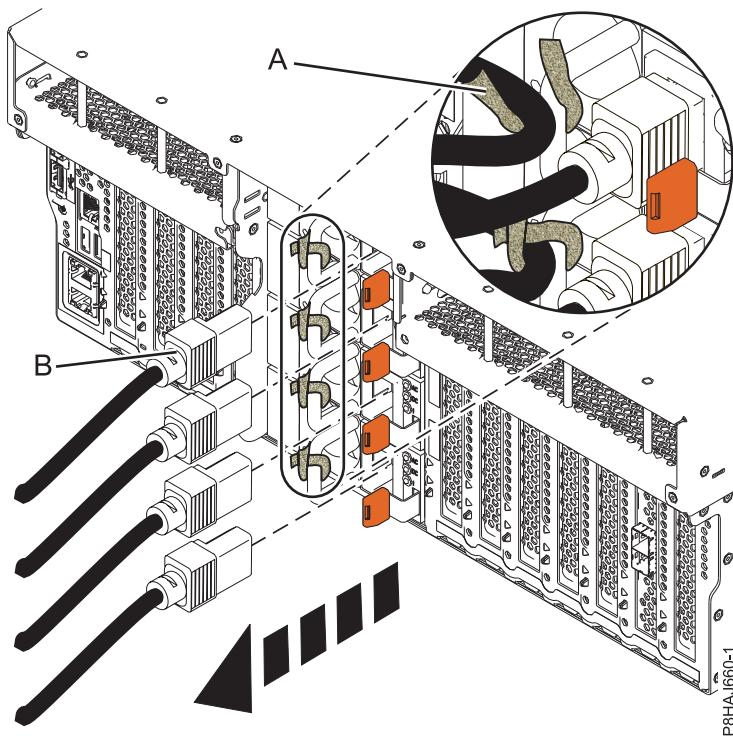
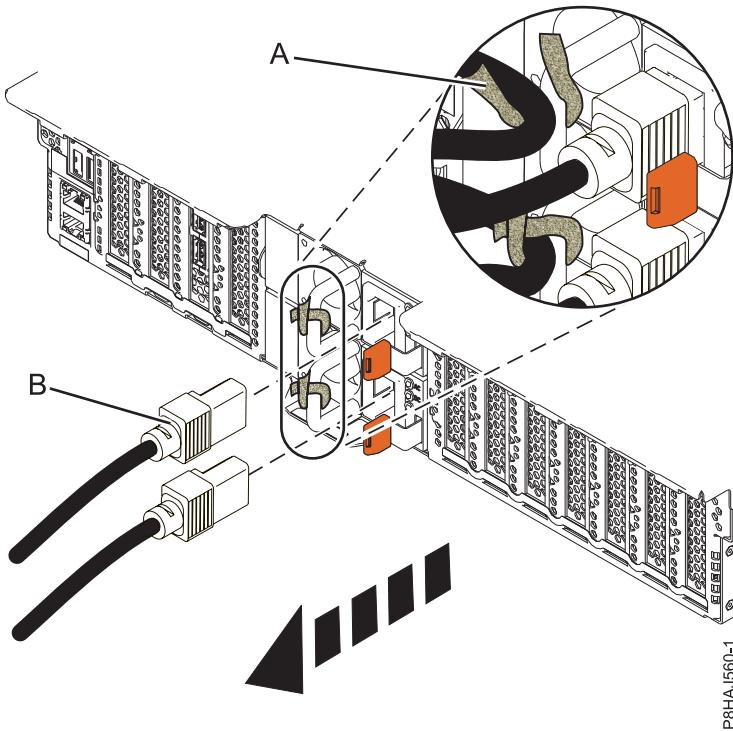

図 20. 8247-42L、8286-41A、または 8286-42A システムからの電源コードの取り外し
図 21. 5148-21L、5148-22L、8247-21L、8247-22L、8284-21A、または 8284-22A システムからの電源コードの取り外し
3. 電源コード (**B**) をシステム装置から切り離します。ご使用のシステムのタイプに応じて、42 ページの図 20、42 ページの図 21、または 43 ページの図 22 を参照してください。